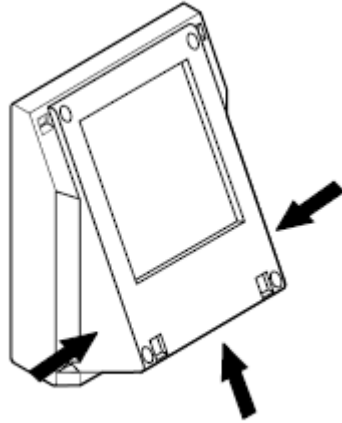

图 4
-在后壳底部钻过线孔，或者在后壳适当的位置（图 4 箭头所示）钻孔用于安装固定 PG 接头